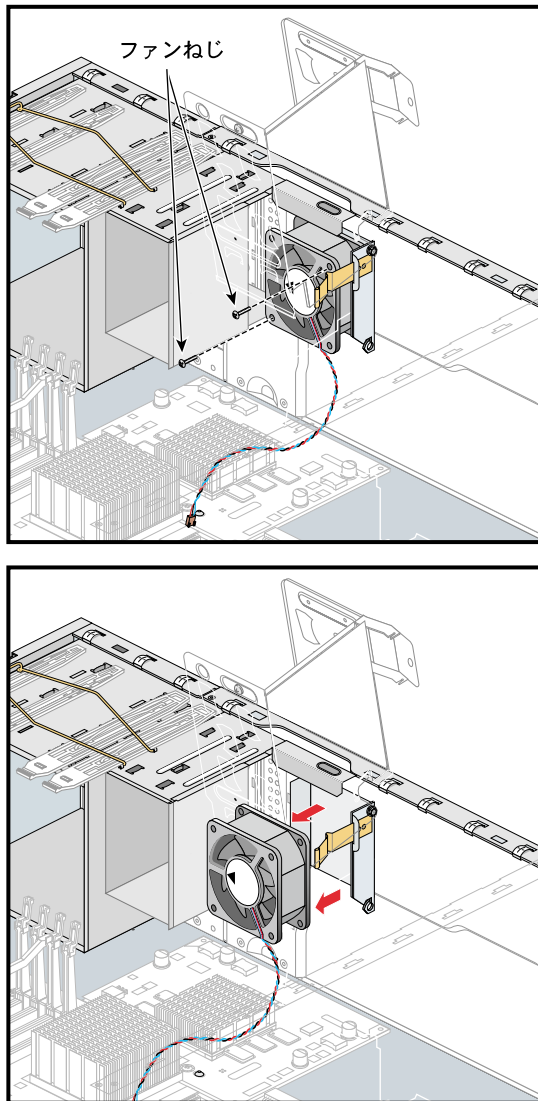

図 4-40 ディスク・ドライブ・ファンの取外し
3. 短いプラス・ドライバを使って、ディスク・ドライブ・ファンをファン・フレームに固定している 2 本のねじを取外します。続いて、ファンを筐体から取外します。図 4-40 を参照してください。